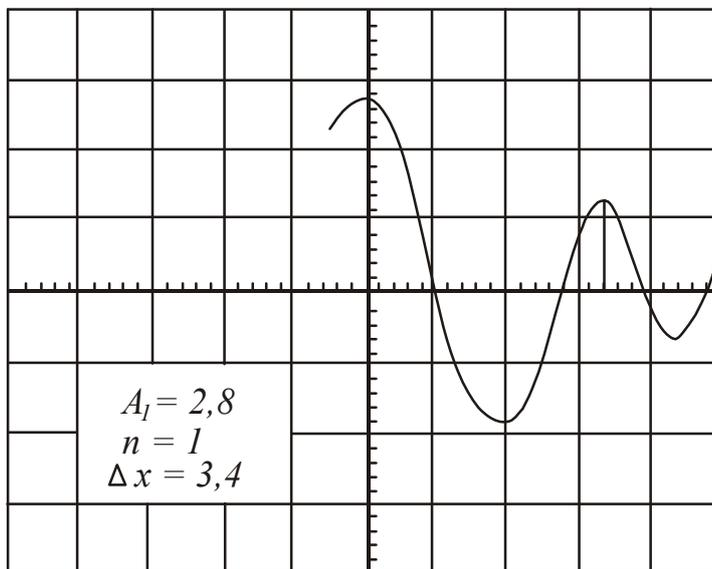

Рисунок 2
9. Рукояткой « $\leftrightarrow$ » переместить амплитуду первого колебания на вертикальную ось экрана и измерить ее в делениях (см. рис. 2). Аналогично измерить амплитуду 2-5-го колебания (выбрать удобную для измерения).
10. Сосчитать число делений  $\Delta x$  по горизонтальной оси (см. рис. 2), приходя-